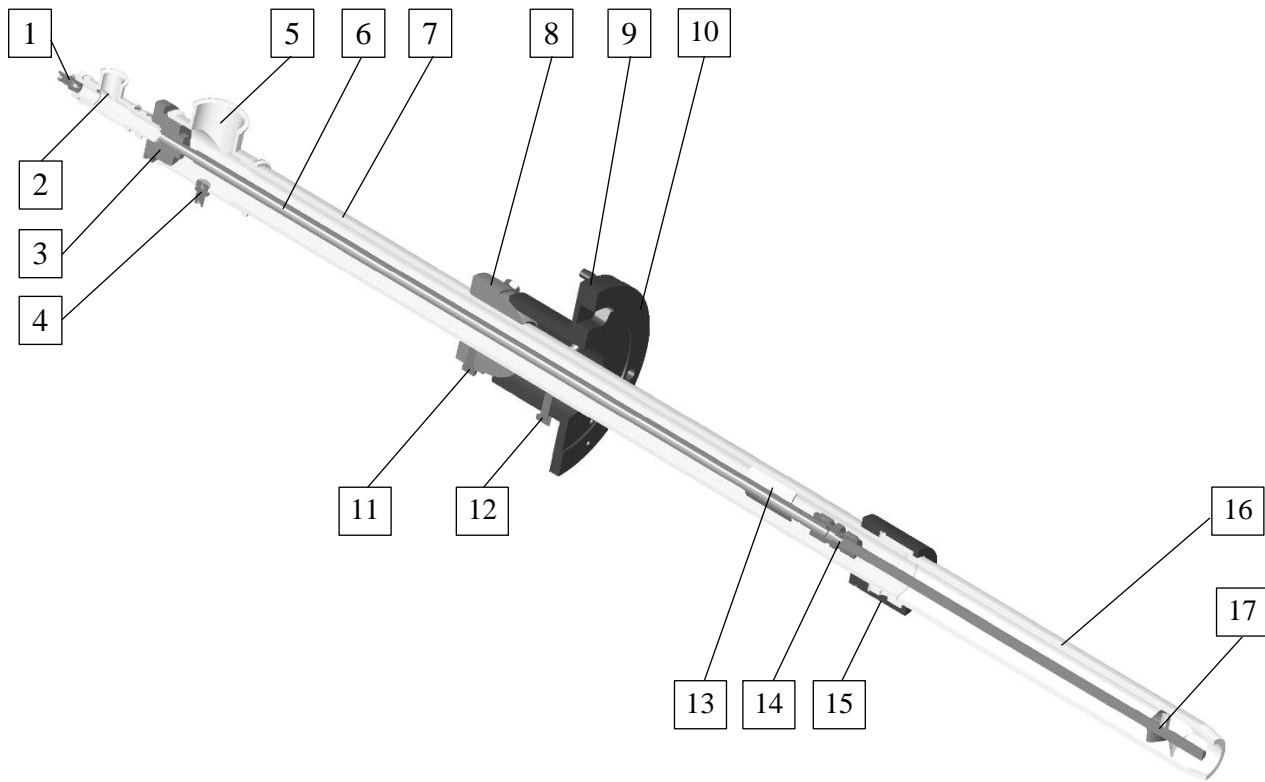

Рисунок 2 – Обозначение основных частей горелки ТЕРМОИМПУЛЬС 40С
2.1.1 Обозначение основных частей горелки ТЕРМОИМПУЛЬС 40С в разрезе представлено на рис. 2.
2.1.2 Основой конструкции горелки (см. рис. 2) является труба корпуса (поз. 7). К трубе крепятся тройник подвода воздуха (поз. 5) и через переходную втулку (поз. 3) тройник подвода природного газа (поз. 2). Природный газ подводится к области смешения с воздухом по трубе (поз. 6), расположенной коаксиально внутри трубы корпуса горелки (поз. 7), по которой воздух подводится к области смешения газа и воздуха. Центральное расположение трубы подвода газа в воздушной трубе корпуса горелки обеспечивается за счет:
2.3.4 Шильдик устанавливается на фланце горелки (рис. Рисунок 2, поз. 10) со стороны установки крышки смотрового окна (поз. 9).
4.2.1 Осмотреть все болтовые соединения фланца горелки с каркасом печи обжига и болты крепления (рис. 2, поз. 11 и поз.12) на горелке. Убедиться, что все болтовые и резьбовые соединения затянуты и герметичны.